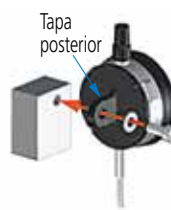

Fig. 4
3. Sujete la tapa con oreja de modo que el husillo quede en escuadra con la cara de medición. (**Fig. 4**)